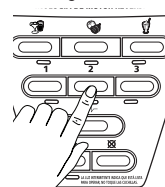

Fig. 24
1. Presione este botón para poner el artefacto en funcionamiento a velocidad media (Fig. 24).